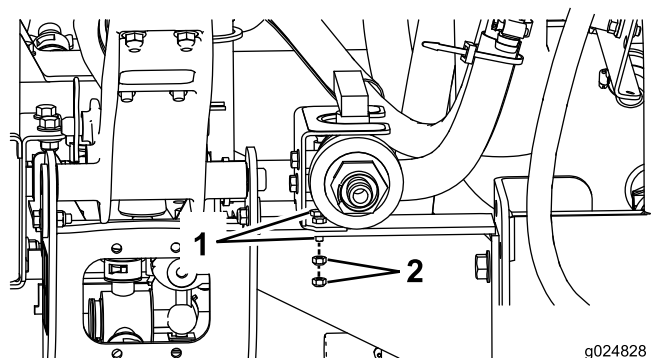

図 21
3. ボールバルブとバルブマウントブラケットを機体に取り付ける；六角ヘッドボルト（6 mm；2本）とフランジナット（6 mm；2個）を使用する（図 21）。